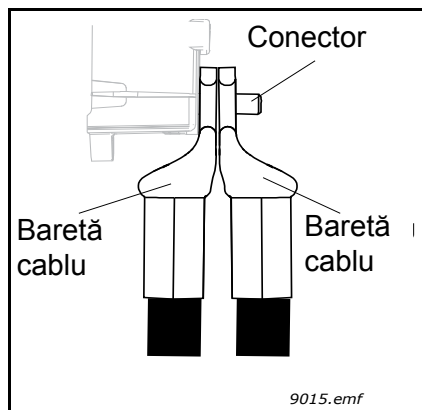

Figura 43. Plasarea a două barete de cablu una peste alta
- **Observație:** dacă utilizați mai multe cabluri pe un singur conector, aveți în vedere poziția suprapusă a baretelor de cablu. A se vedea Figura 43 de mai jos.